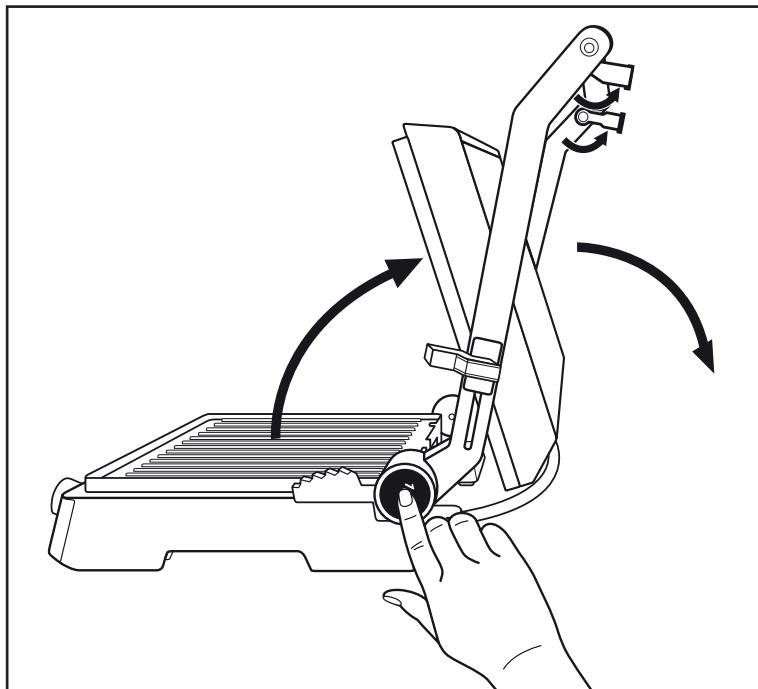

Fig. 1
- 1) Klap de to støttefødder **1** ud (fig. 1).
- 2) Tryk på oplåsningsknappen 180° **3** (fig. 1) og åbn produktets låg helt, så begge varmeplader **10** kan bruges som bordgrill.